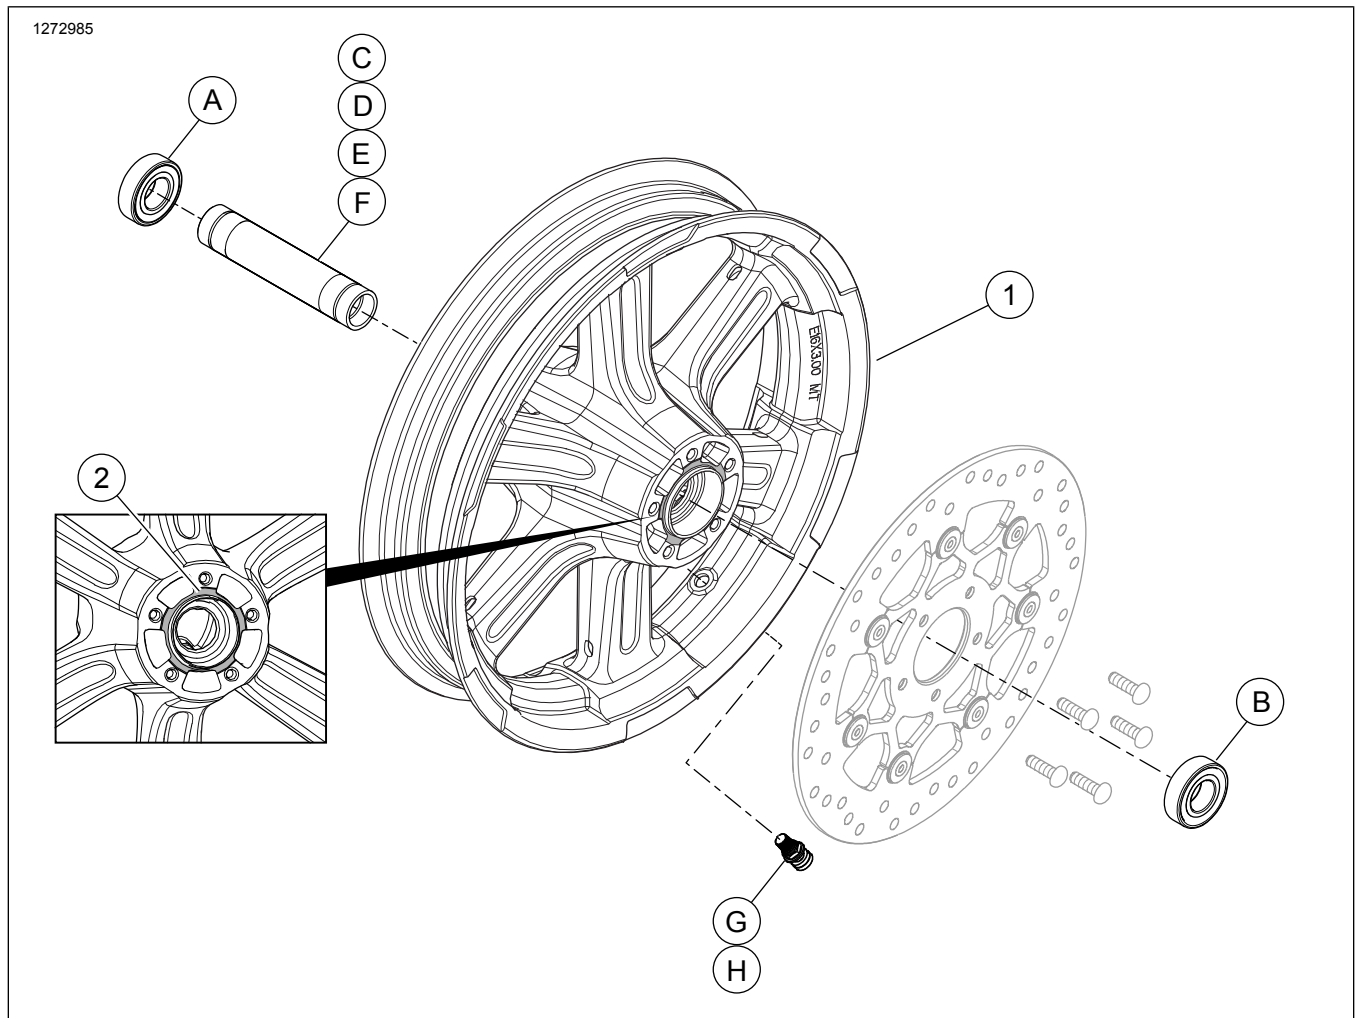

Figure 2. Mga Pamalit na Piyesa: Kit ng Harapang Gulong
Pasadyang gulong lang ang kasama sa kit na ito. Tingnan ang Figure 2 at Talahanayan 3 para sa mga nilalaman ng kit.
2. Tingnan ang Figure 2 . Ikabit ang valve stem assembly sa gulong. Tingnan ang manwal ng serbisyo.